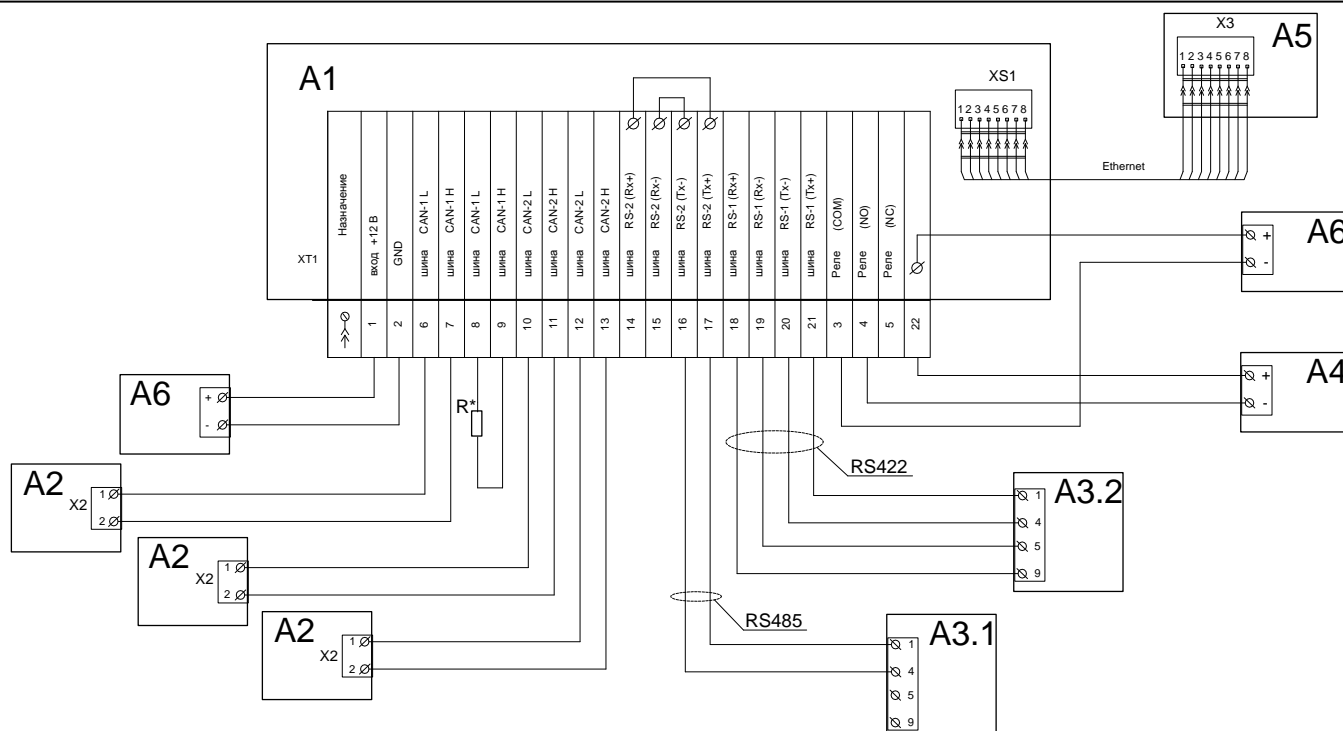

Рис. 3.6 – Схема подключений преобразователя интерфейсов ПИ-Eth
3.10 Общая схема подключений преобразователя ПИ-Eth-И представлена на рис. 3.6.